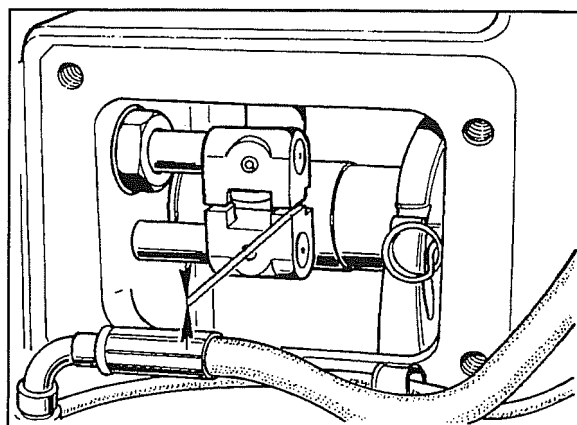

Fig. 6
- Prima di bloccarle definitivamente occorre verificare il parallelismo dei manicotti come illustrato in fig.6.